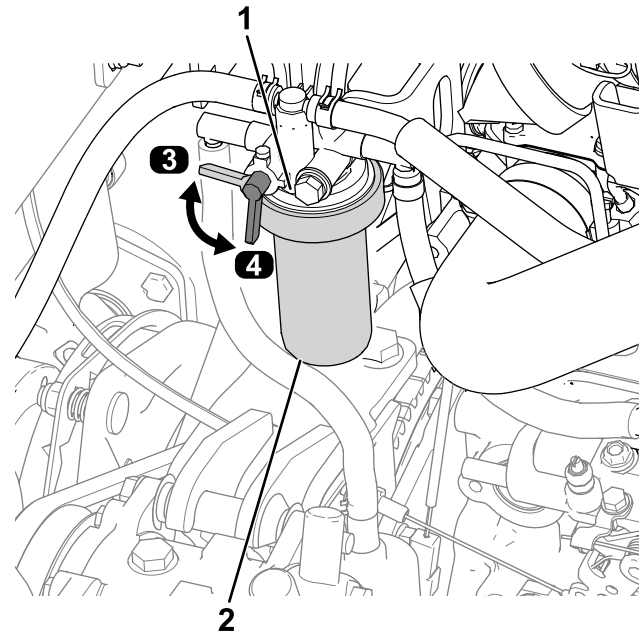

Bild 59
1. Drehen Sie den Kraftstoffhahn in die AUS-Stellung (Bild 59).
2. Reinigen Sie den Bereich um den Kraftstofffilterkopf (Bild 59).
3. Entfernen Sie den Filter und reinigen die Kontaktfläche (Bild 59).
6. Drehen Sie den Kraftstoffhahn in die EIN-Stellung (Bild 59).